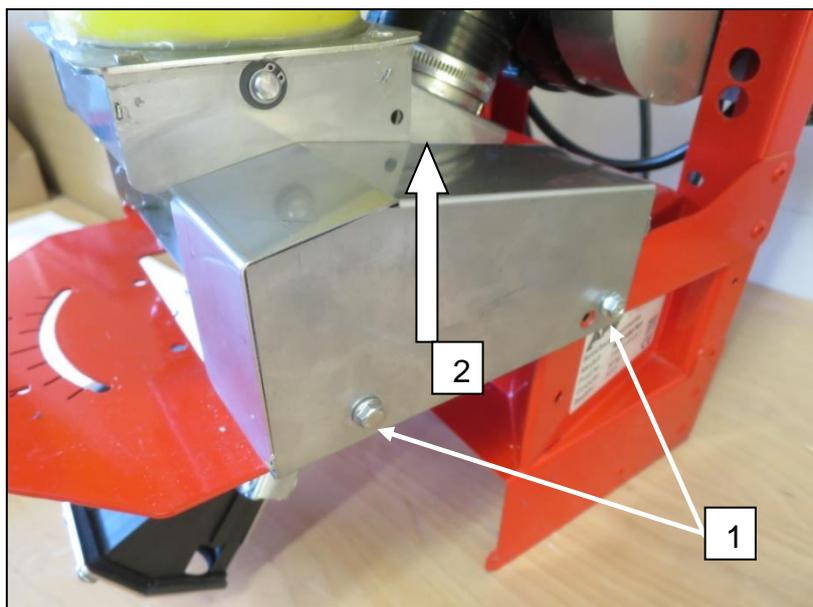

図 : 114
- シードシャフトモーターカバーを取り外すには、図 : 114 のネジ 2 本を外して 1、カバーを引き上げます 2。